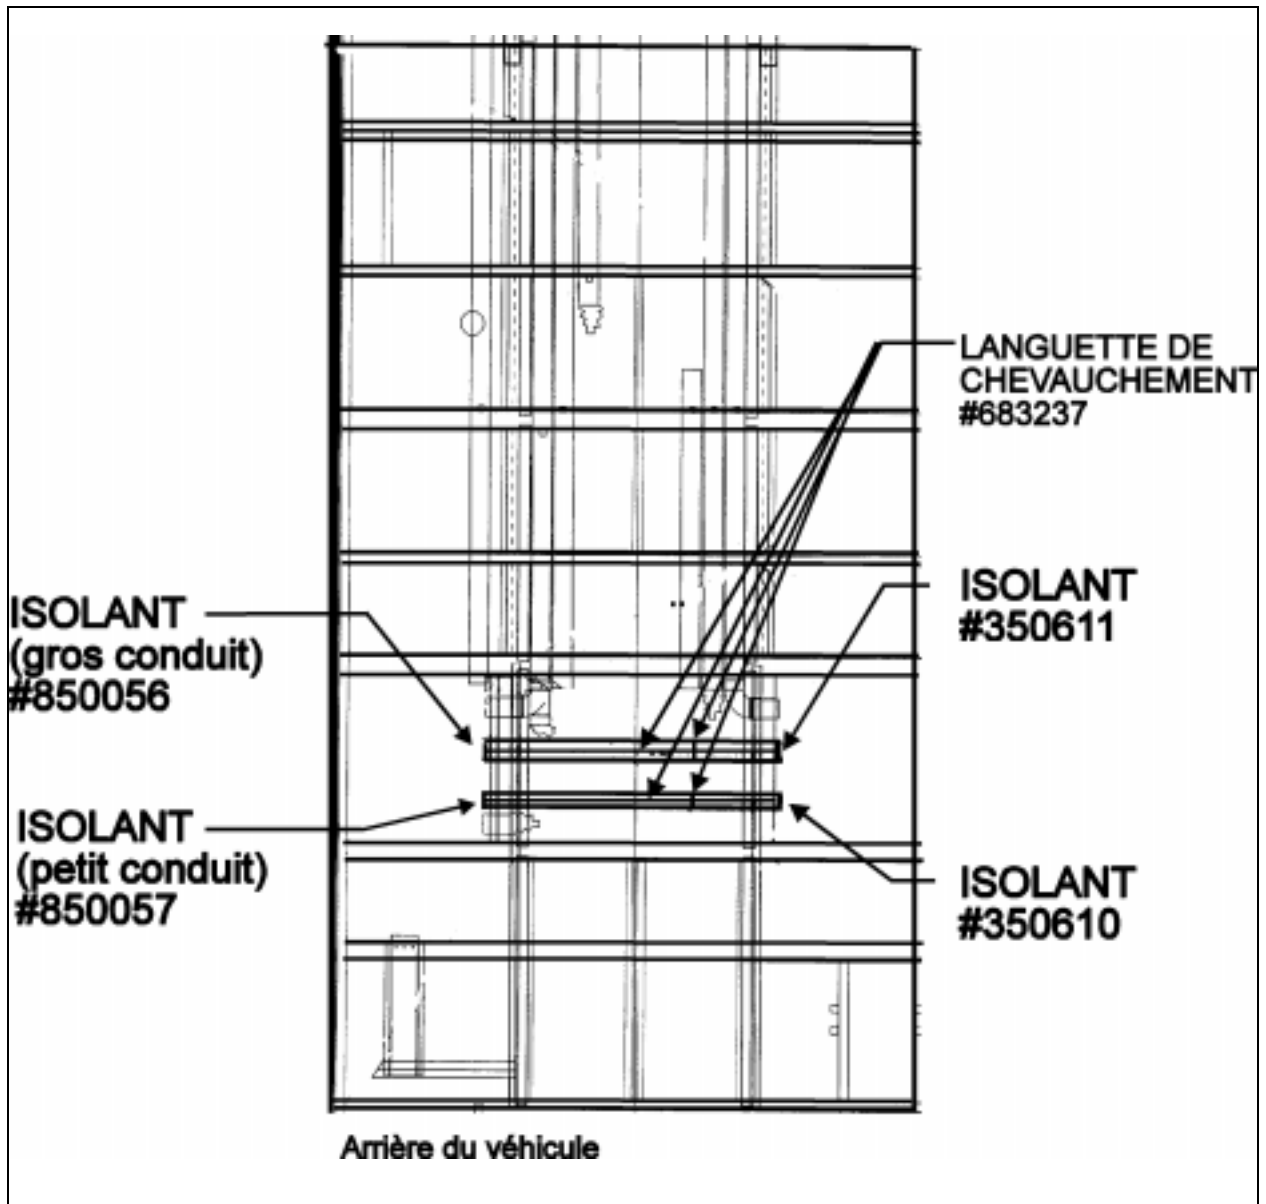

FIGURE 6: VUE DE DESSUS DES CONDUITS DU VÉHICULE
6. Pour recouvrir le plus gros conduit, installer l'isolant (Prévoist #850056) sur la partie gauche du conduit et l'isolant (Prévoist #350611) sur la partie droite (Fig. 6) .
7. Pour recouvrir le petit conduit, installer l'isolant (Prévoist #850057) sur la partie gauche du conduit et l'isolant (prévoist #350610) sur la partie droite (Fig. 6).
8. Coller la languette de chevauchement (Prévost #683237) pour fermer l'ouverture de l'isolant et le joint entre les deux morceaux d'isolants (Fig. 6).